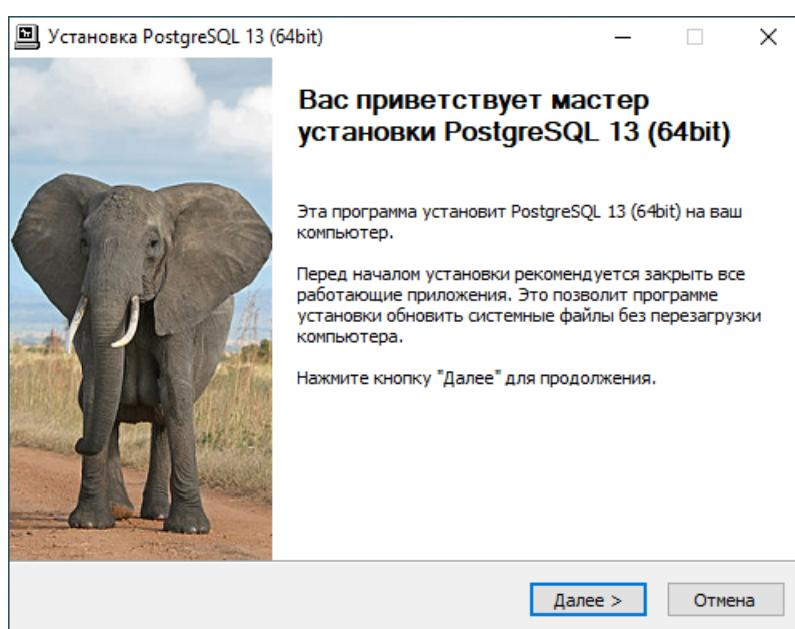

Рисунок 2 - Установка PostgreSQL
3. В окне приветствия нажмите Далее (Рисунок 2).